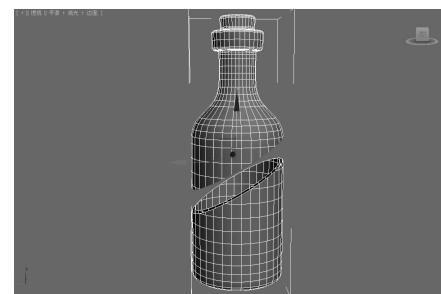

图 5-24 切片并分割的效果▲
- **切片:**在切片平面的位置创建新的边或顶点,选中“分割”复选框后,单击该按钮,就可以直接将该物体分割为两个元素,如图 5-24 所示。